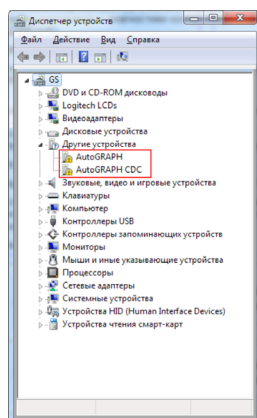

Рис.42. Диспетчер устройств
2. Подключите АСН «АвтоГРАФ» к ПК, используя интерфейсный кабель USB AM – USB miniB 5 pin. Система автоматически найдет новое оборудование (Рис.42). Для работы изделия с сервисно-диагностическими, диспетчерскими и конфигурационными программами необходимо установить драйверы устройств «AutoGRAPH» и «AutoGRAPH CDC».